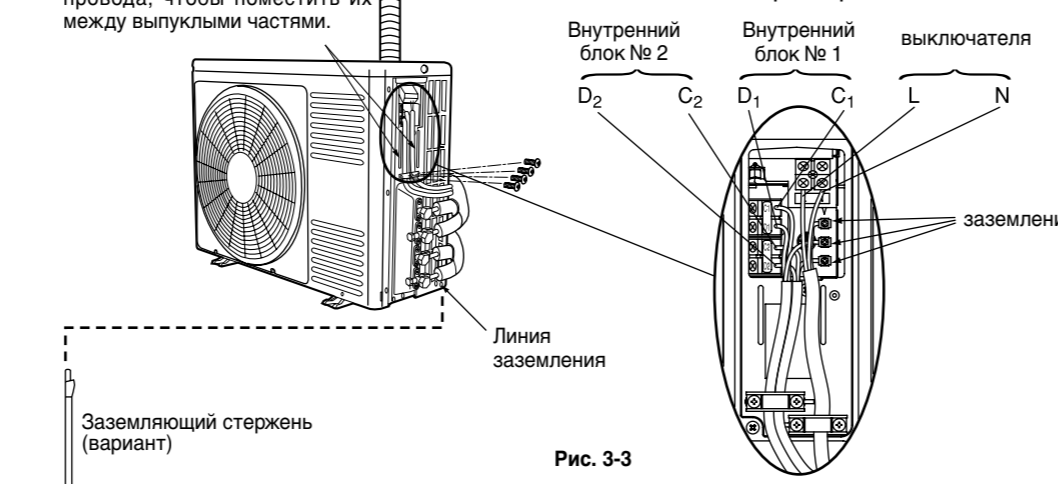

Рис. 3-3
- Подключить соединительный кабель и сетевой кабель к клеммной колодке. (рис. 3-3)
- Прочно закрепить соединительные кабели и сетевой кабель с помощью стальной ленты. (рис. 3-3)